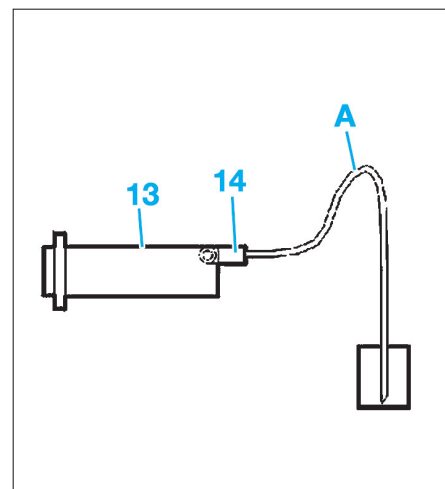

Fig. 9
- Brancher un tuyau transparent sur la vis de purge (14) et le relier à un local plus bas que le cylindre récepteur de commande (13) (Fig.9).